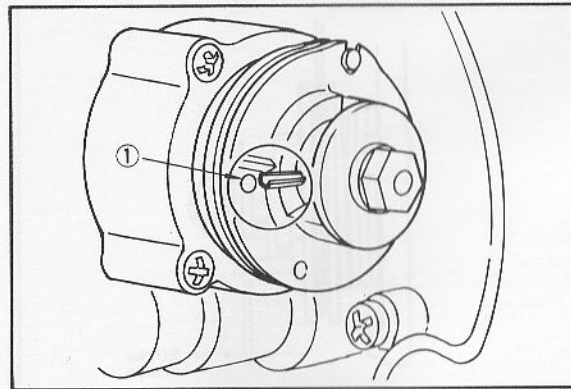

Fig. 2-5-7
- c. Check to see that Autolube pump plunger pin is aligned with the mark on the Autolube pump pulley. (Fig. 2-5-7, 2-5-8)
- c. Vérifier que l'axe du plongeur de pompe autolube soit aligné avec le repère sur la poulie de pompe autolube. (Fig. 2-5-7, 2-5-8)